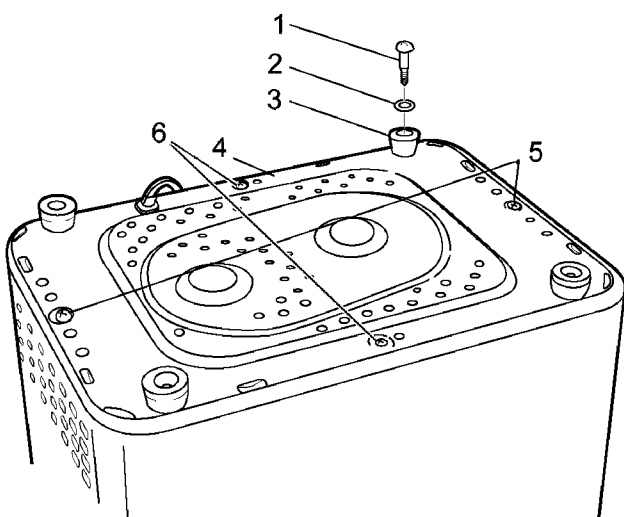

Рис. 6
1. Перевернуть хлебopечку дном вверх и отсоединить 4 винта, крепящих ножки (Рис. 6)